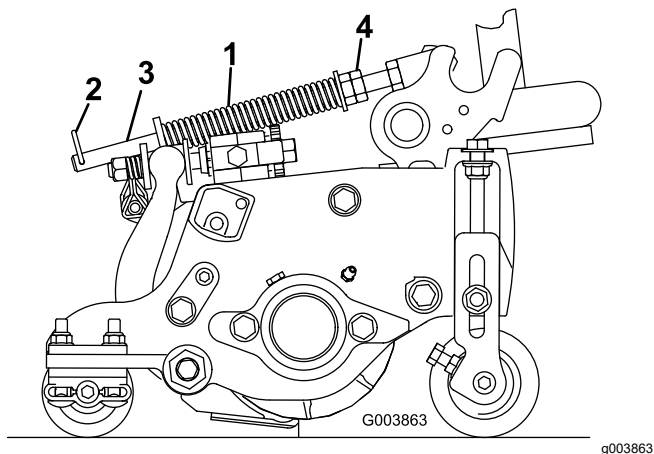

Figure 53
Le ressort de compensation (Figure 53) transfère le poids du rouleau avant au rouleau arrière. Cela évite la formation d'ondulations à la surface de la pelouse.
1. Vérifiez que la goupille fendue est insérée dans le trou de la tige de ressort (Figure 53).
2. Serrez les écrous hexagonaux à l'extrémité avant de la tige de ressort jusqu'à ce que la longueur du ressort comprimé soit égale à 16 cm (6,25 po); voir Figure 53)